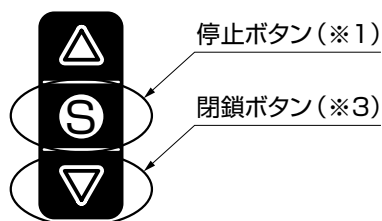

図12-4
- 下限位置を再度調整する場合、リミットスイッチのセットレバーでセットした位置より下には閉鎖ボタン(※3)操作だけでは上がりません。その場合は、停止ボタン(※1)を押しながら閉鎖ボタン(※3)を押すとシャッターが下降します。(図12-4参照)